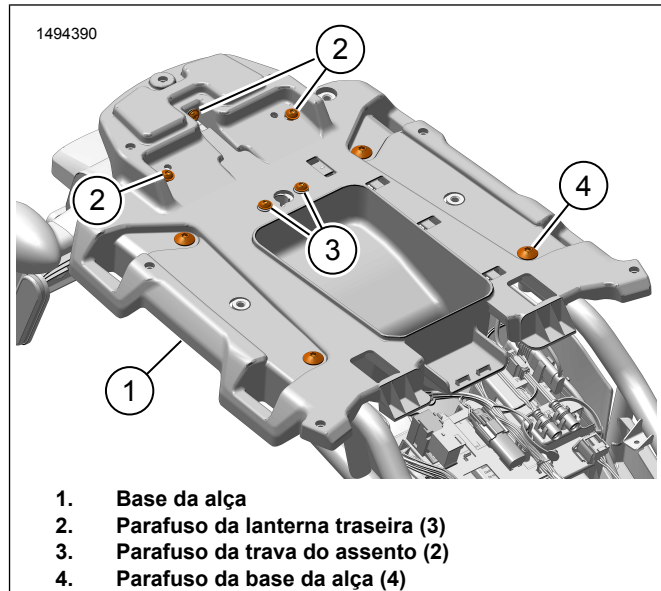

Figura 6. Instale a base da alça
- a. Veja a figura 6. Instale os parafusos da trava do assento (3). Aperte.
- a. Veja a figura 6. Instale os parafusos da lanterna traseira (2). Aperte.
- 4. Veja a figura 6. Instale a base da alça (1).
- a. Instale os parafusos da base da alça (4). Aperte.